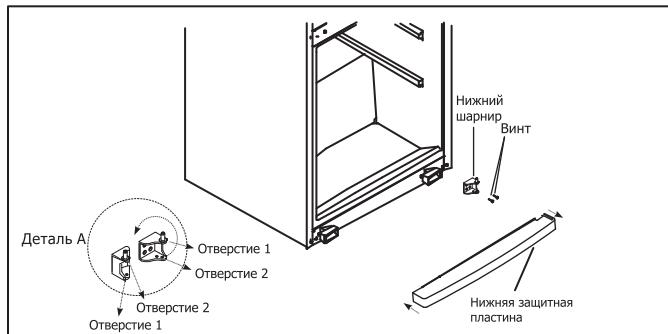

Рисунок 3.
- 3 - Снимите нижнюю защитную панель, потянув ее вниз и на себя. Снимите нижний шарнир, открутив винты, фиксирующие его (Рис. 3). Отвинтите шпильку шарнира из Отверстия 1, поверните шарнир на 180° и закрутите шпильку в Отверстие 2(См. дет.А). Затем закрепите шарнир на нижней левой стороне холодильника.